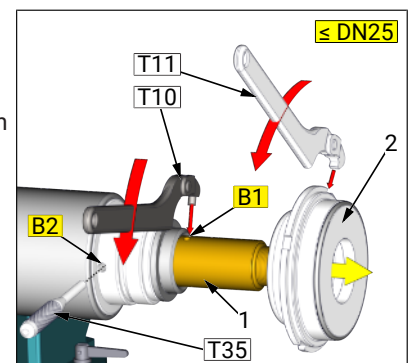
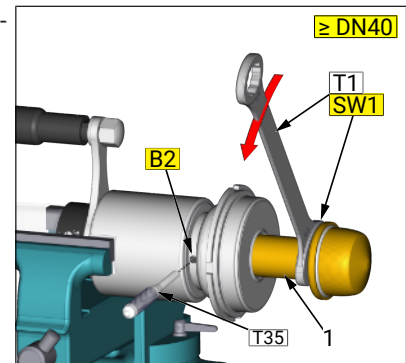

Abbildung 3
Abbildung 4
**Konstruktionsbedingt gibt es für den Ausbau des Kolbens (1) bzw. des metallisch dichtenden Regelkegels (Skm) zwei Varianten:**
- Abb. 3: Ausbau über Bohrung (B1) ( $\leq$ DN25).
- ⇒ Damit die Bohrung (B1) sichtbar wird, muss zuerst der Einsatz (2) abgeschraubt werden.
- Abb. 4: Ausbau über Schlüsselfläche (SW1) ( $\geq$  DN40).